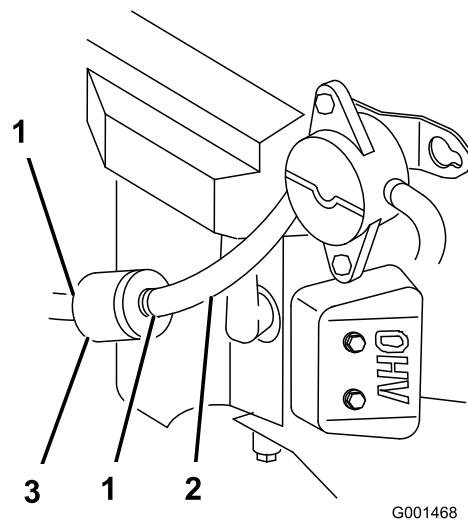

Bild 40
- Drücken Sie die Enden der Schlauchklemmen zusammen und schieben Sie sie vom Filter weg (Bild 40).